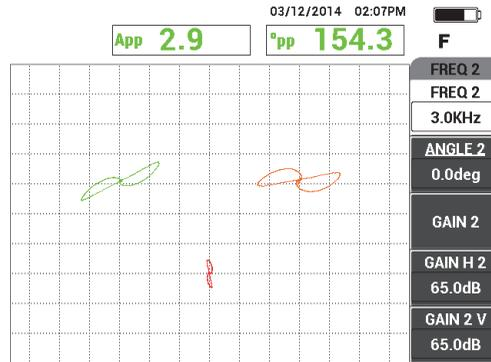

Figure 5-137 Balayage du trou débouchant
2. Effectuez un balayage lent du plus petit trou débouchant seulement, appuyez sur pédale d'effacement, pour effacer l'écran. Lorsque le signal du trou apparaît sur l'écran de l'appareil, appuyez sur la touche FREEZE (❄️) [voir la Figure 5-137 à la page 240].